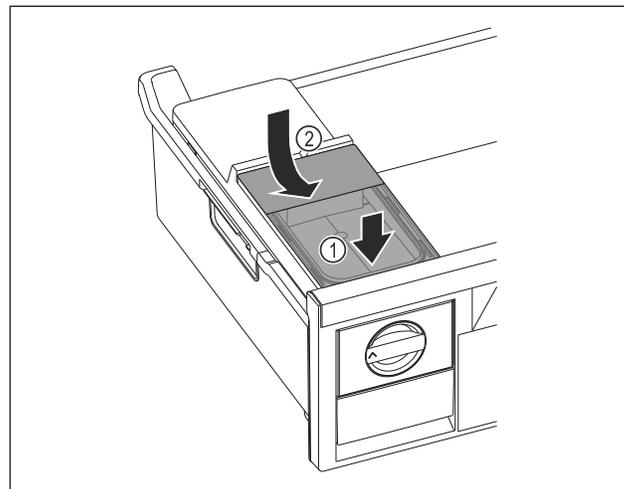

Fig. 121
- Placer le réservoir d'eau à l'avant. Fig. 121 (1)
- Abaisser le réservoir d'eau à l'arrière. Fig. 121 (2)